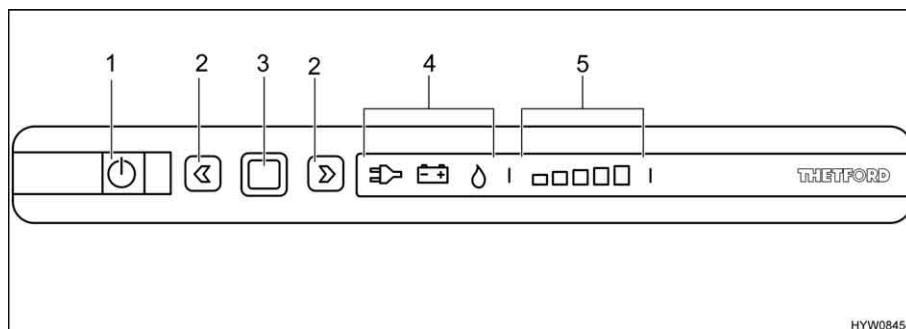

Fig. 95 Elementi di comando del frigorifero
La modalità di funzionamento attuale è indicata da un simbolo luminoso (Fig. 95,4) sulla centralina di controllo.
Dopo l'accensione il frigorifero seleziona automaticamente la regolazione del termostato selezionata per ultimo. Questa impostazione può essere modificata manualmente con i tasti freccia (Fig. 95,2). Le barre luminose dell'indicatore del livello di refrigerazione (Fig. 95,5) visualizzano la temperatura selezionata sul termostato. Con i tasti freccia viene regolata la temperatura di refrigerazione per tutti i tre tipi di energia. Ci vogliono alcune ore prima che il frigorifero raggiunga la temperatura normale di esercizio. Cambiando la modalità di funzionamento la regolazione del termostato non viene modificata. La temperatura di refrigerazione è indipendente dal tipo di energia utilizzata.
- Premere il tasto On/Off (Fig. 95,1) per 1 secondo. Il tasto (Fig. 95,1) si illumina di verde. Dopo circa 10 secondi, l'indicatore viene attenuato per risparmiare energia.
- Premere il tasto di conferma (Fig. 95,3). L'impostazione attuale della modalità di funzionamento viene visualizzata.
- Se non è impostata la modalità di funzionamento a gas: Per modificare l'impostazione, premere il tasto di conferma (Fig. 95,3) per circa 2 secondi.
- Selezionare la modalità di funzionamento a gas con i tasti freccia (Fig. 95,2). L'alimentazione del gas è ora aperta. L'accensione avviene automaticamente. È udibile un ticchettio fino a quando procedura di accensione non è stata portata a termine.
- Premere il tasto di conferma (Fig. 95,3) per 2 secondi.
- Premere nuovamente il tasto di conferma (Fig. 95,3). Il livello di refrigerazione attuale viene indicato dalle barre luminose (Fig. 95,5).
- Per modificare l'impostazione, premere i tasti freccia (Fig. 95,2) fino a visualizzare l'impostazione desiderata.
- Premere il tasto On/Off (Fig. 95,1) per circa 2 secondi. Tutte le spie si spengono. Il frigorifero è spento.
- Se non è impostata la modalità di funzionamento 230 V: Per modificare l'impostazione, premere il tasto di conferma (Fig. 95,3) per circa 2 secondi.
- Selezionare la modalità di funzionamento 230 V con i tasti freccia (Fig. 95,2).
- Se non è impostata la modalità di funzionamento 12 V: Per modificare l'impostazione, premere il tasto di conferma (Fig. 95,3) per circa 2 secondi.
- Selezionare la modalità di funzionamento 12 V con i tasti freccia (Fig. 95,2).